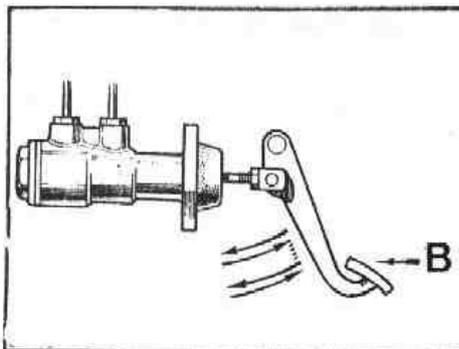

Fig. H-12 Acción sobre el pedal del freno
- 3.2.6. Apretar el pedal de freno a fondo lentamente y dejar que retroceda nuevamente de manera igualmente lenta. Hacer una pausa de tres o cuatro - segundos y repetir la operación de la misma forma hasta que haya desapa- recido todo síntoma de aire en cada cilindro de rueda (Fig. H-12).